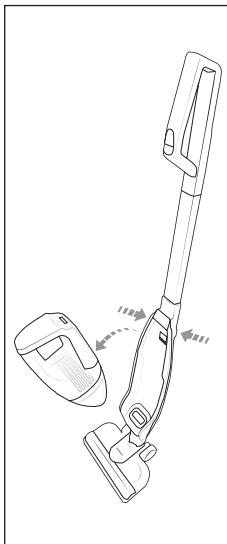

Abb. 4
- 3) Um das Handteil **2** vom Stiel **11** zu lösen, drücken Sie gleichzeitig die beiden Entriegelungstasten **13** (Abb. 4).
- 4) Fassen Sie das Handteil **2** am Griff **1** und ziehen Sie es nach oben/vorne aus der Handteilmulde **14** (Abb. 4).